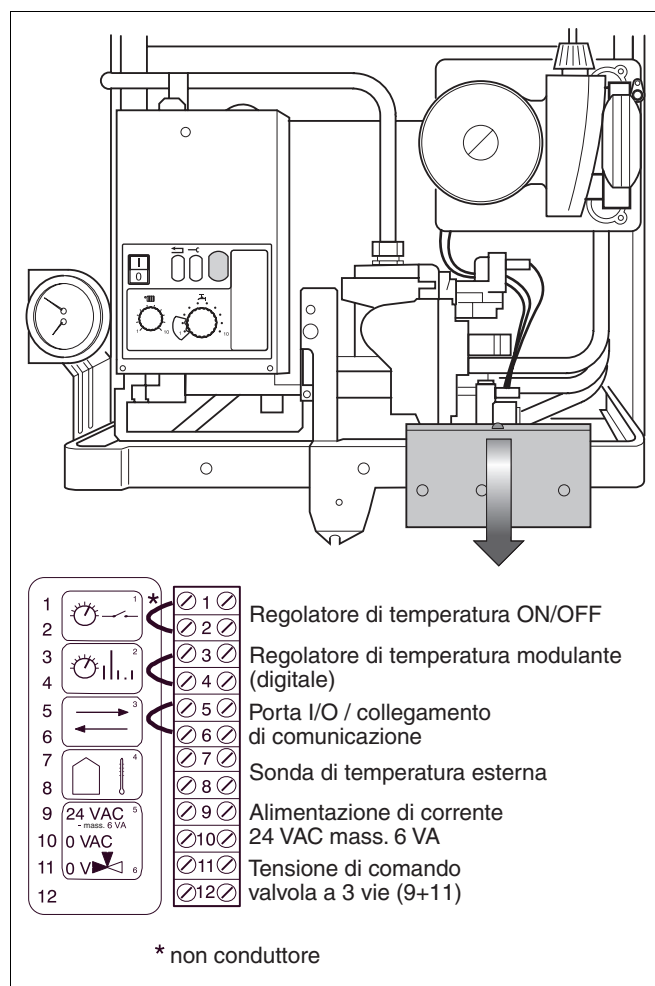

Fig. 12 Collegamento dell'apparecchio di regolazione
- Rimuovere i ponti e collegare l'apparecchio di regolazione alla morsettiera secondo lo schema elettrico (fig. 12).